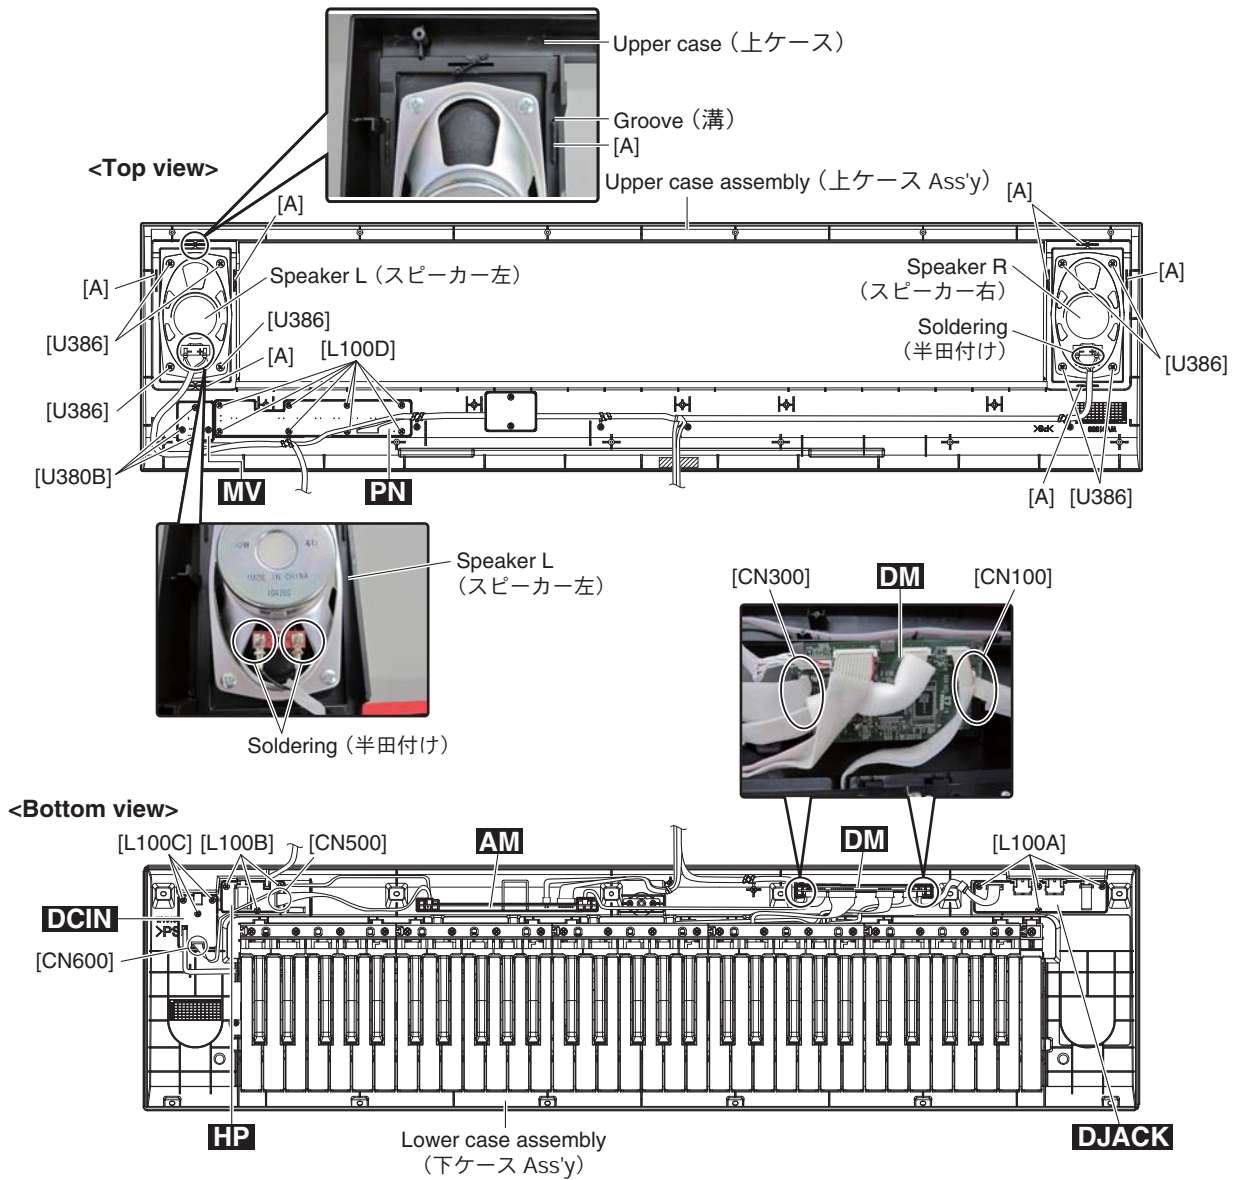

Fig. 2 (図 2)
2-2 Pull the DM circuit board upward to remove it. (Fig. 2, Photo 1)
2-2 DM シートを上へ引き抜いて外します。(図 2、写真 1)
3-2 With the DM circuit board removed, disconnect the connectors for the CN300, CN500 on the HP circuit board and CN600 on the DCIN circuit board. (Fig. 2)
3-3 Pull the AM circuit board upward to remove it. (Fig. 2, Photo 3)
3-2 DM シートを外した状態で CN300 と HP シートの CN500、DCIN シートの CN600 のコネクタを抜きます。(図 2)
3-3 AM シートを上へ引き抜いて外します。(図 2、写真 3)
- 4-2 With the DM circuit board removed, disconnect the connector for the CN100. (Fig. 2)
- 4-3 Remove the four (4) screws marked [L100A]. The DJACK circuit board can then be removed. (Fig. 2)
- 5-2 Remove the three (3) screws marked [L100B]. The HP circuit board can then be removed. (Fig. 2)
- 6-2 Remove the three (3) screws marked [L100C]. The DCIN circuit board can then be removed. (Fig. 2)
- 7-3 Remove the eight (8) screws marked [L100D]. The PN circuit board can then be removed. (Fig. 2)
- 8-2 Remove the three (3) screws marked [U380B]. The MV circuit board can then be removed. (Fig. 2)
- 9-2 Remove the solder at the two (2) positions on the speaker. (Fig. 2)
- 9-3 Remove the four (4) screws marked [U386]. The speaker can then be removed. (Fig. 2)
- 10-2 Set the four (4) claws marked [A] parallel to the groove in the upper case and remove the speaker grille assembly. (Fig. 1, Fig. 2)
- 4-2 DM シートを外した状態で CN100 のコネクタを抜きます。(図 2)
- 4-3 [L100A] のネジ 4 本を外して、DJACK シートを外します。(図 2)
- 5-2 [L100B] のネジ 3 本を外して、HP シートを外します。(図 2)
- 6-2 [L100C] のネジ 3 本を外して、DCIN シートを外します。(図 2)
- 7-3 [L100D] のネジ 8 本を外して、PN シートを外します。(図 2)
- 8-2 [U380B] のネジ 3 本を外して、MV シートを外します。(図 2)
- 9-2 スピーカーの半田 2 箇所を外します。(図 2)
- 9-3 [U386] のネジ 4 本を外して、スピーカーを外します。(図 2)
- 10-2 [A] のツメ 4 箇所を、上ケースの溝と平行にして、SP グリル Ass'y を外します。(図 1、図 2)